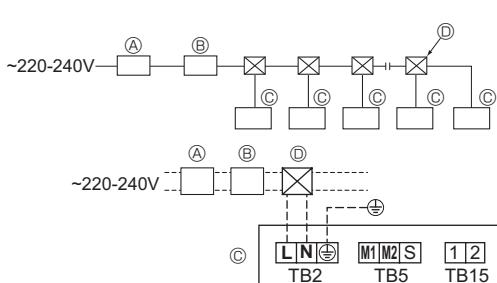

Fig. 4-4
- При установке кондиционера следует предусмотреть переключатель с расстоянием между контактами 3 мм, 1/8 дюйма на каждом проводе. [Fig.4-4]